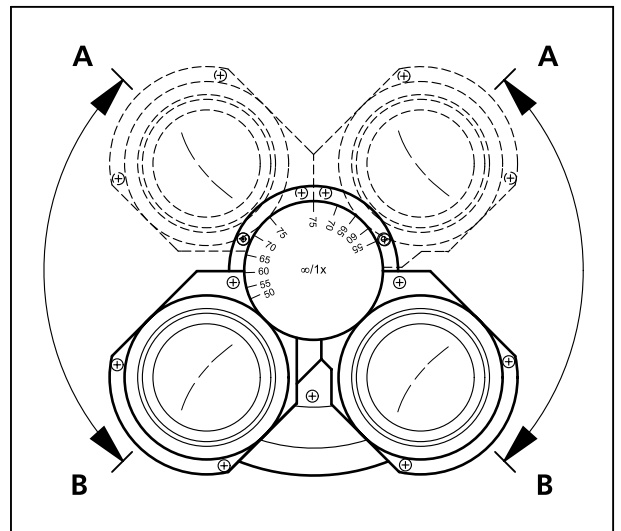

图 19 调节观察高度
- 观察高度可以根据个人需要向上(图 19/A)或向下(图 19/B)转动目镜筒。